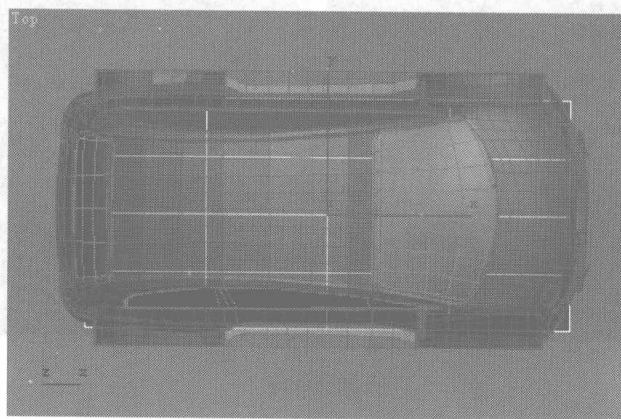
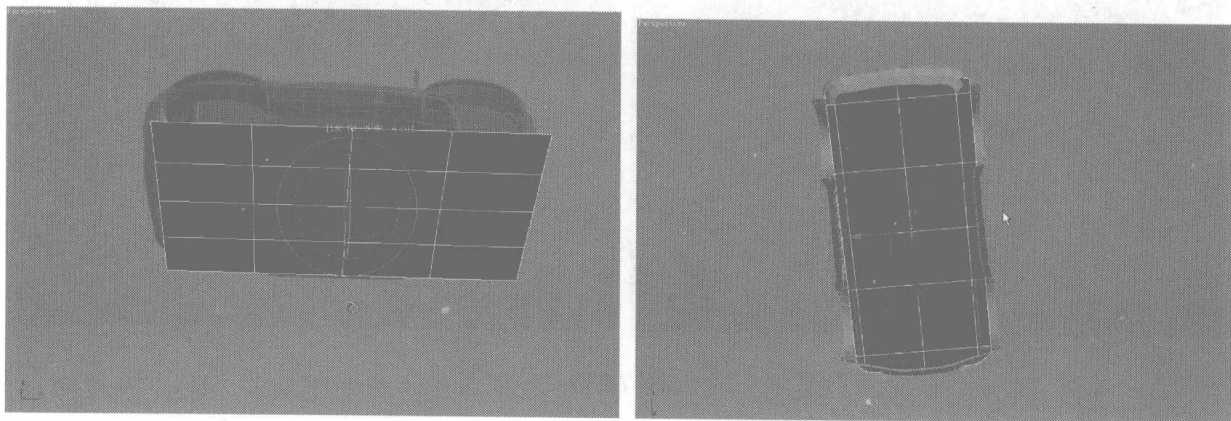

图 7.231
图 7.232
- 07 我们先制作汽车的车头。单击 ，进入创建面板，单击 按钮，选择 **Standard Primitives** 类型，单击 **Plane** 按钮，在 Top 顶视图中创建一个面片，如图 7.231 所示。然后单击 按钮，用旋转工具将面片旋转 180°，然后调整面片的位置，如图 7.232 所示。